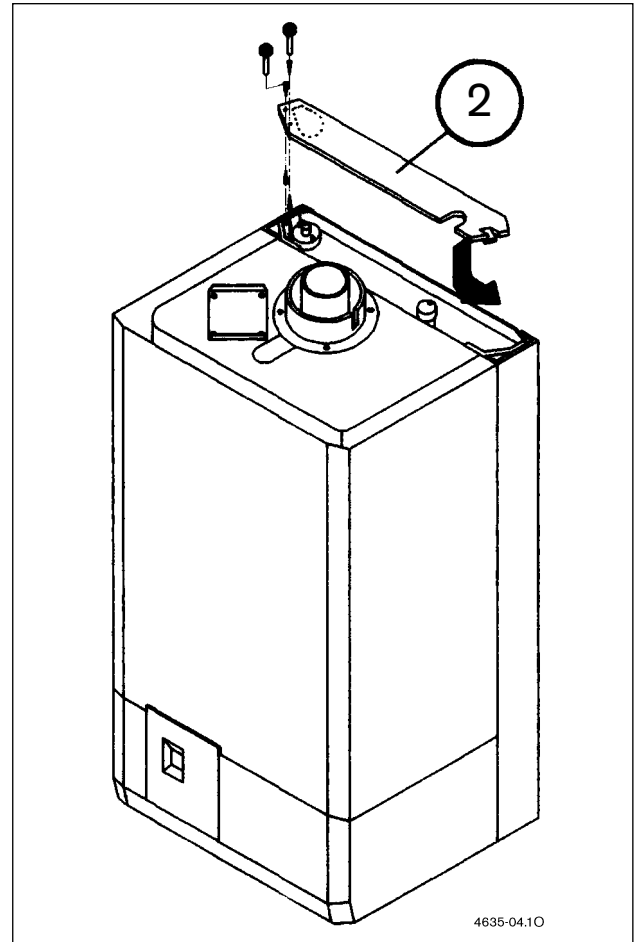

Figura 5
- Svitare le due viti poste sulla staffa di aggancio del pressostato, inserire come da figura 5 la copertura superiore (2) e riavvitare le viti.